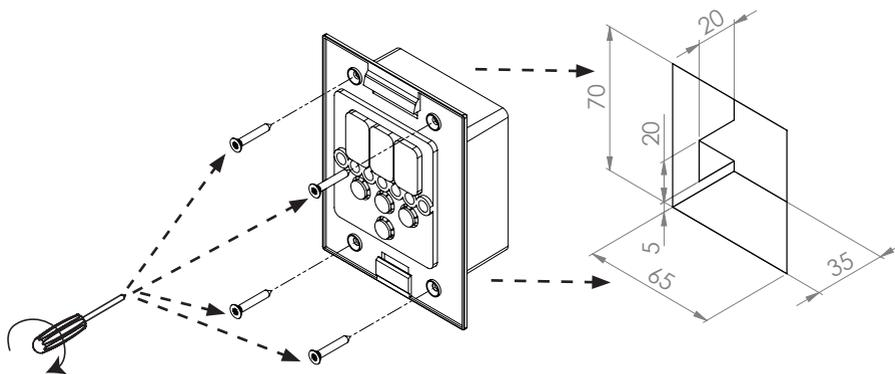
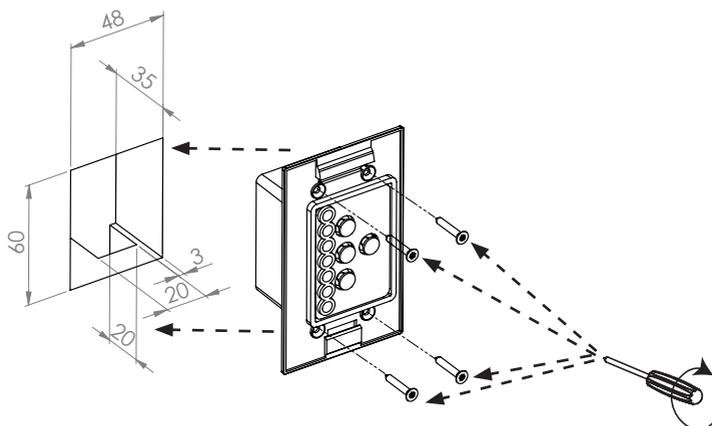

Fig. 5 Montagem da unidade de comando Pro D
Fig. 6 Montagem da unidade de comando com saída adicional (opcional)
1. Com uma serra vertical, por exemplo, recorte um entalhe com 70 x 65 ou 60 x 48 mm (ver **Fig. 5** e **Fig. 6**).